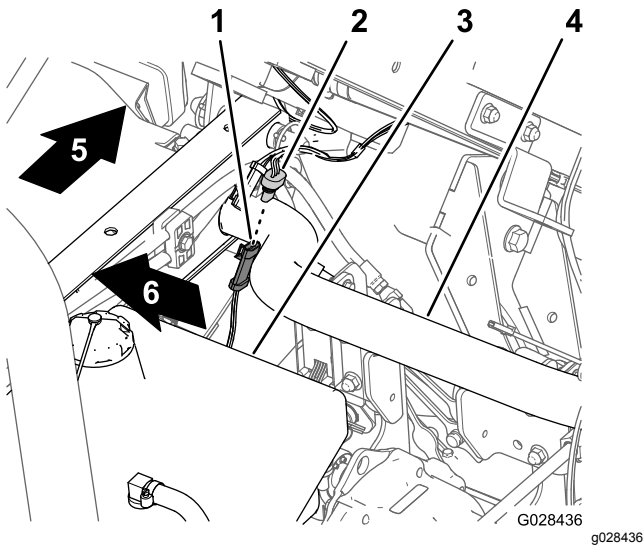

Figure 17
1. Sur le faisceau de câblage du pulvérisateur, localisez le connecteur à 3 douilles du circuit du capteur de vitesse (Figure 17).
2. Branchez le connecteur à 3 broches du faisceau du capteur de vitesse sur la machine au connecteur à 3 douilles du faisceau du capteur de vitesse sur le pulvérisateur (Figure 17).